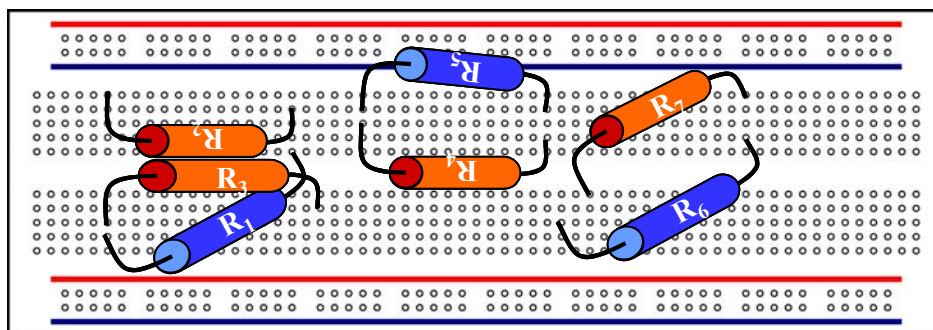
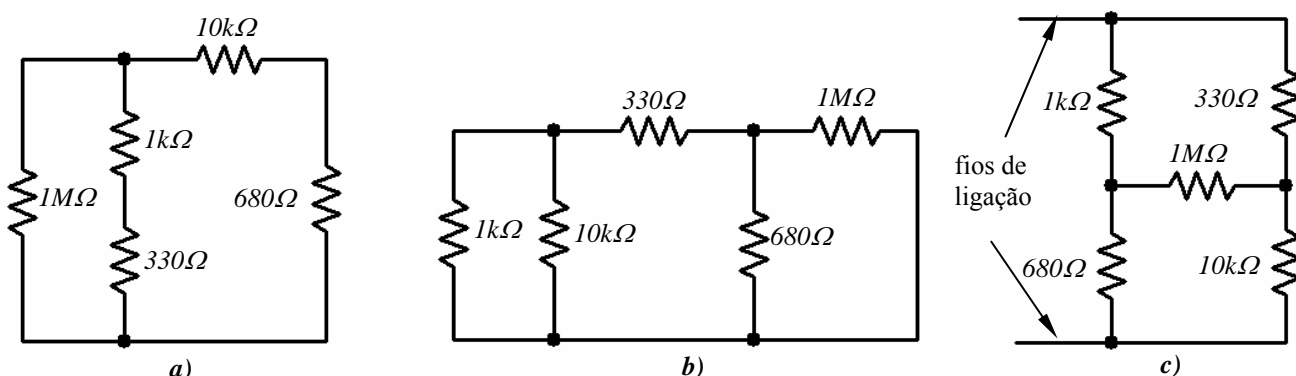

Fig. 1.1
Fig. 1.2
Atente na placa branca representada na fig. 1.1 onde estão inseridas sete resistências. Constate que R_1 , R_2 e R_3 (as três resistências da esquerda) estão ligadas em série. R_4 e R_5 (as duas resistências do meio) estão ligadas em paralelo. R_6 e R_7 (as duas resistências da direita) estão também em série.
a) Considere agora os três circuitos representados na fig. 1.2, todos eles realizados com cinco resistências de diferentes valores, que abaixo se identificam através do **Código das Cores**.
Tendo em mente a forma como os contactos da placa branca estão ligados internamente e os exemplos da fig. 1.1, monte cada um destes circuitos e chame depois o docente para verificar. No circuito da fig. 1.2-c) não precisa de ligar a outra extremidade dos fios.